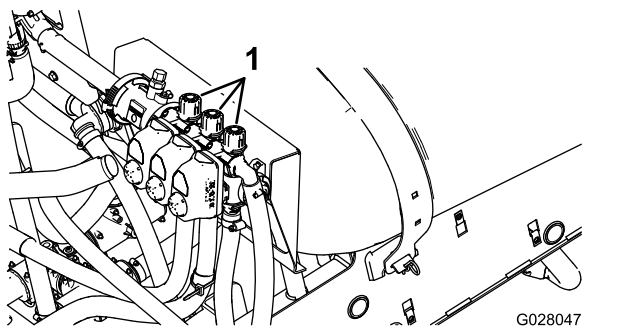

Figura 21
- Desligue a seção esquerda e ajuste o botão de desvio da seção (Figura 21) até que a leitura de pressão esteja no nível ajustado anteriormente (normalmente 2,75 bar ou 40 psi).
- Ajuste o botão de desvio da seção direita (Figura 21) até que a leitura de pressão esteja no nível ajustado anteriormente (normalmente 2,75 bar ou 40 psi).
- Ajuste o botão de desvio da seção central (Figura 21) até que a leitura da pressão esteja no nível ajustado anteriormente (normalmente 2,75 bar ou 40 psi).